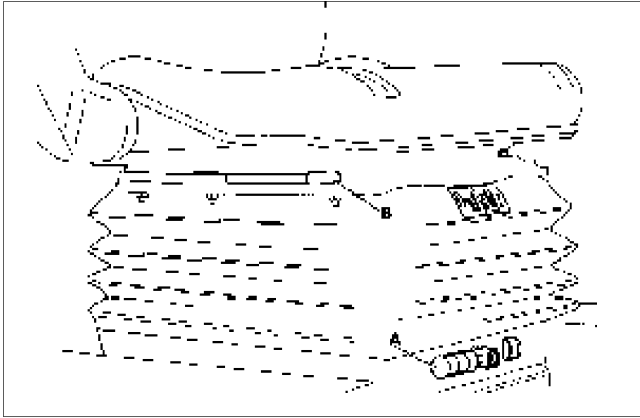

Fig.44
The position of the adjusting lever and weight gauge is on the front of the seat, in the centre below the bellows (A Fig.44). By rotating the lever clockwise the weight capacity is increased and by rotating the lever anticlockwise the weight capacity is decreased.
The position of the adjusting lever is on the right hand side of the seat below the seat cushion (B Fig.44). By pulling the lever away from the seat, the seat can be slid backwards and forwards, when in the desired position release the lever to locate in one of the pre set positions.
1. GEWICHT VAN DE MACHINEBEDIENER (afb. 44)
2. ZITTING NAAR VOREN/ACHTEREN (afb. 44)
Le levier de réglage est sur le côté droit du siège sous le coussin (B fig. 44). En tirant le levier loin du siège, ce dernier peut coulisser d'avant en arrière. Quand il est à la bonne position, relâcher le levier et le siège se calera dans l'une des positions pré-déterminées.